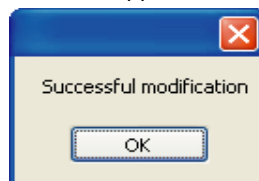

Рис. 4-21
- b.** Заменить проводной пульт управления: выберите уже добавленный в список проводной пульт управления (он должен находиться в столбце KJR Address), введите новое имя проводного пульта управления и нажмите на кнопку “Save” («Сохранить»), при этом должно открыться окно с подтверждением об успешной замене проводного пульта управления (см. Рис. 4-21). В поле KJR Name («Имя KJR») имя проводного пульта управления должно вводиться без пробелов.